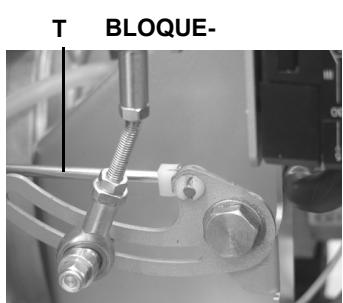

Fig. 30
- 3 Liberar el tirante T, como indicado en Fig. 30